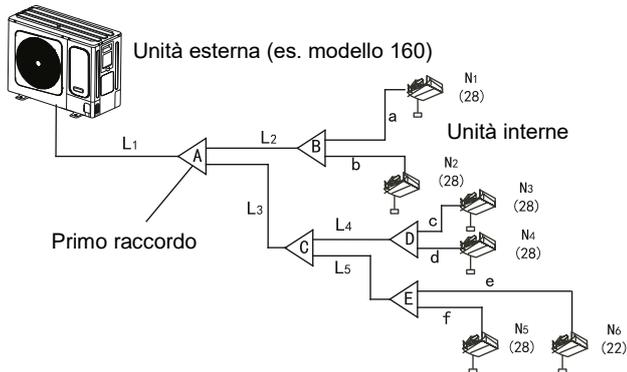
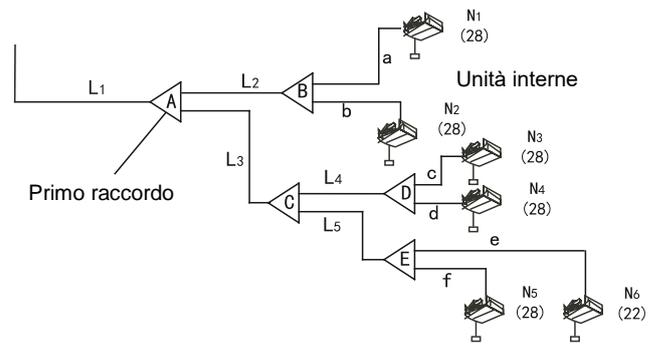
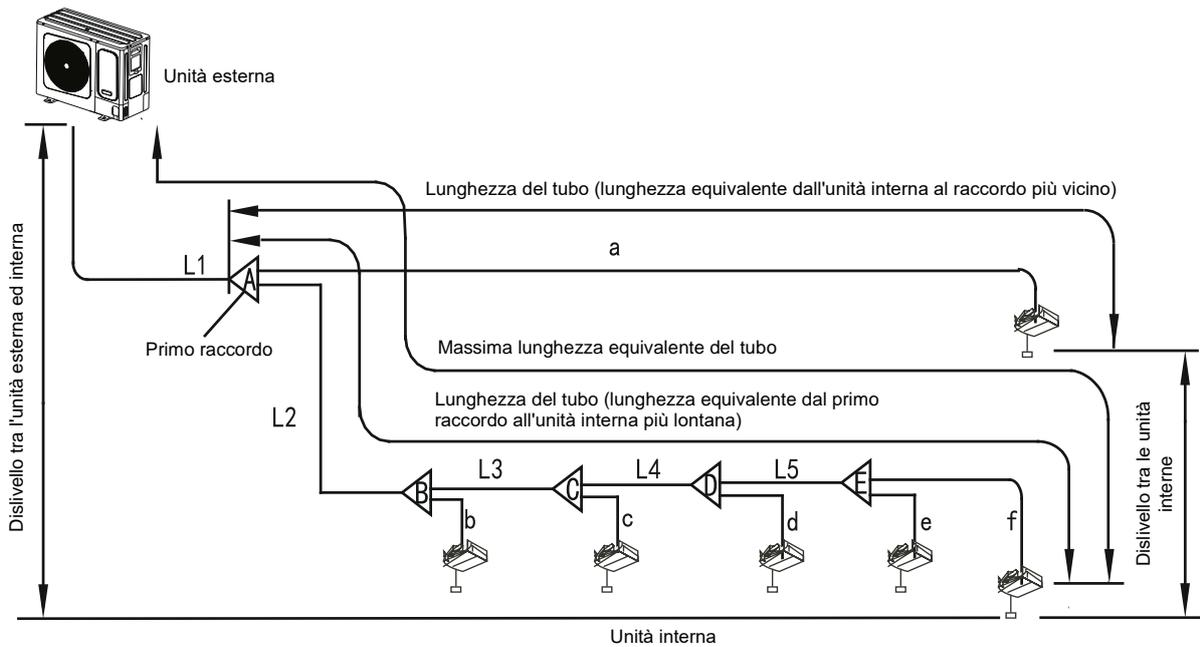

Fig. 4-5
Fig. 4-6
Fig. 4-7
- 2) Esempio 1: Nella Fig. 4-5, le unità interne con una potenza totale di  $28 \times 2 = 56$  sono collegate a L2. Secondo la Tabella 4-4, L2 sul lato gas/liquido dovrebbe avere un diametro di  $\varnothing 15,9 / \varnothing 9,5$ .
- Tubo principale (vedi Fig. 4-5 e Fig. 4-7).
In Fig. 4-6, il tubo principale L1 è collegato ad un'unità esterna con la potenza di 16 kW. Nel determinare la dimensione del tubo secondo la Fig. 4-7, la dimensione del tubo del gas/fluido si basa su Ø19,1/Ø9,5 e la lunghezza totale equivalente dei tubi del gas e del fluido è > 90 m. Nel determinare la dimensione del tubo in base alla Tabella 4-4, la dimensione del tubo del gas/fluido si basa su Ø22,2/Ø9,5. Secondo il principio di selezione in base al valore più alto, dovrebbero essere utilizzati tubi Ø22,2/Ø9,5.